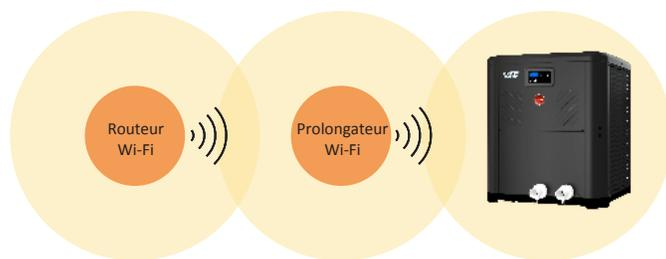

Figure 123. Prolongateur Wi-Fi
- Ajoutez un prolongateur Wi-Fi pour couvrir la zone où se trouve l'appareil ou activez un nouveau point d'accès Wi-Fi. Voir Figure 123.